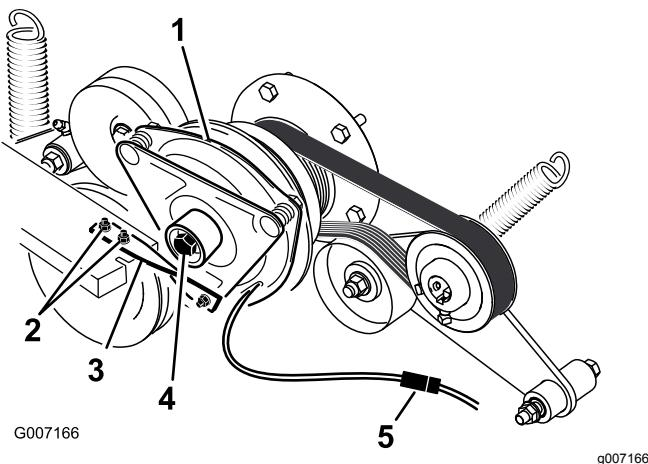

Figure 66
- Débranchez la connexion électrique de l'embrayage (Figure 66).
- Enlevez les 2 boulons qui fixent la barrette d'embrayage en caoutchouc au cadre du tablier de coupe (Figure 66).
- Déposez le boulon central de fixation de l'embrayage à l'arbre du moteur, et déposez l'embrayage et la clavette (Figure 66).
15. Tout en maintenant le vilebrequin à l'arrière de la machine, posez le boulon central et serrez-le à 68 N·m (50 pi-lb) (Figure 66).
16. Fixez la barrette caoutchouc de l'embrayage sur le cadre de la tondeuse au moyen des 2 boulons et écrous retirés précédemment (Figure 66).
18. Branchez la connexion électrique de l'embrayage (Figure 66).